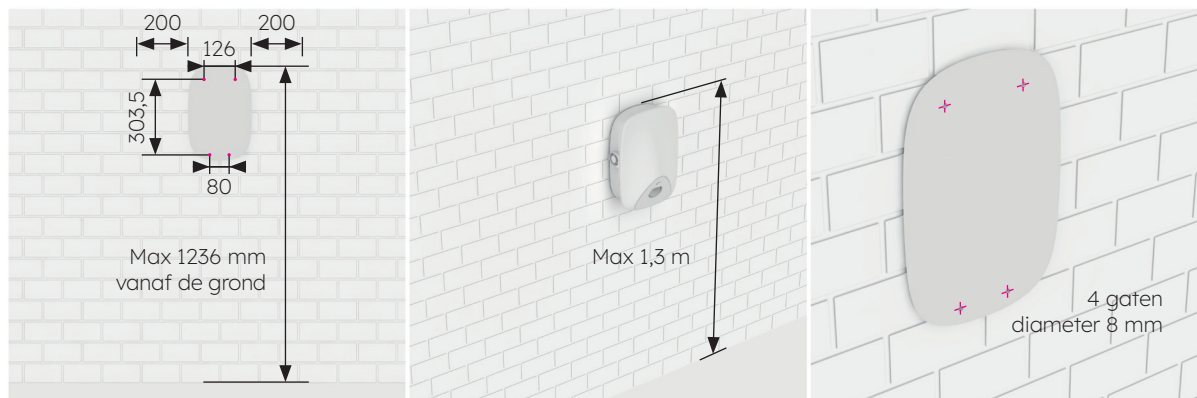

Afbeelding 11 De simkaart invoeren
- 9 Nadat u de bedrading hebt voltooid, voert u de simkaart in, zoals weergegeven in afbeelding 11.